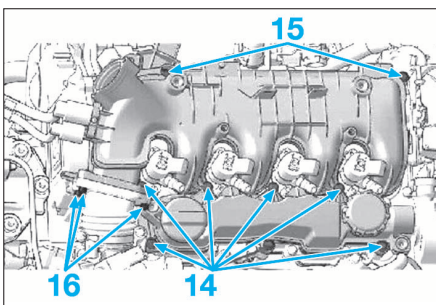

FIG. 42
- Remplacer les joints (17) en les lubrifiant légèrement avec de l'huile moteur (Fig.42).